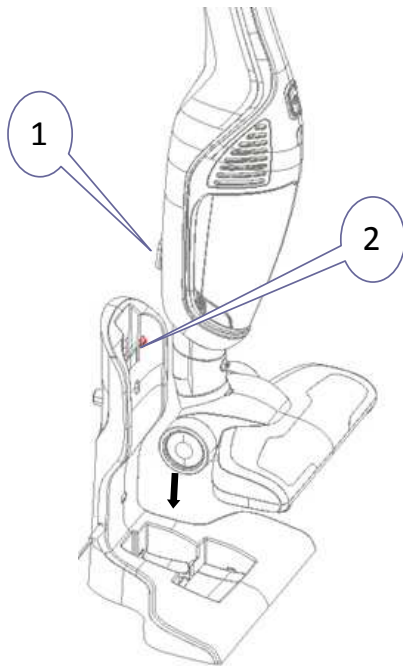

Fig.5-2a
5.3 Soulevez l'appareil et placez la prise du corps (1) correctement sur le support de chargeur (2) (Fig.5-2a).